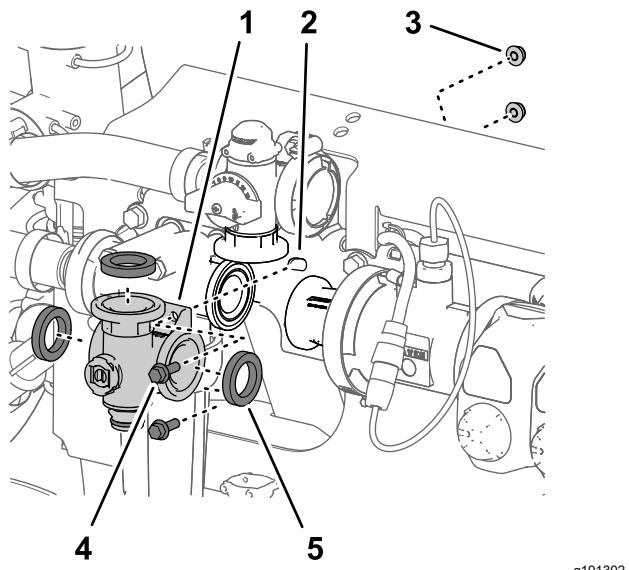
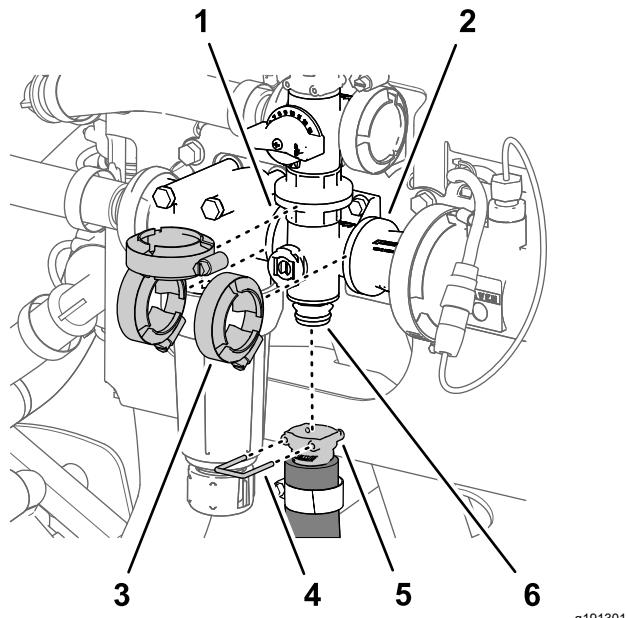

Figura 135
Figura 136
- Alinee la brida del distribuidor de la válvula de agitación y las 3 juntas con las bridas de la válvula de desvío de agitación, la cabeza del filtro de presión, y el adaptador de acoplamiento (Figura 135 y Figura 136).
- Sujete provisionalmente el colector de la válvula de agitación a la válvula de desvío de agitación, la cabeza del filtro de presión, y el adaptador de acoplamiento (Figura 136) con las 3 bridas de fijación que retiró en Retirada del distribuidor de agitación \(página 94\).
- Apriete las 3 bridas de fijación a mano (Figura 136).
- Monte el acoplamiento rápido de la manguera de agitación en el acoplamiento rápido del distribuidor de la válvula de agitación con la grapa (Figura 136).